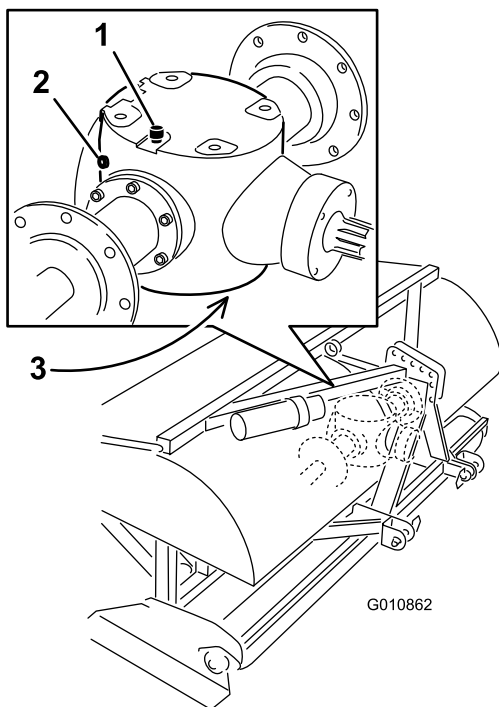

Figure 32
2. Enlevez le bouchon de contrôle de la boîte d'engrenages (Figure 32).
3. Vérifiez que le niveau d'huile atteint le bas de l'orifice du bouchon de contrôle dans la boîte d'engrenages (Figure 32).
1. Nettoyez les débris présents sur le bouchon d'aération/de remplissage et le bouchon de vidange pour éviter la contamination (Figure 32).